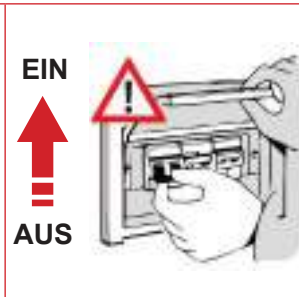

Abb. 10
- Falls notwendig, stellen Sie den thermomagnetischen Schutzschalter vor der Netzsteckdose auf die Position „EIN“ (Abb. 10).